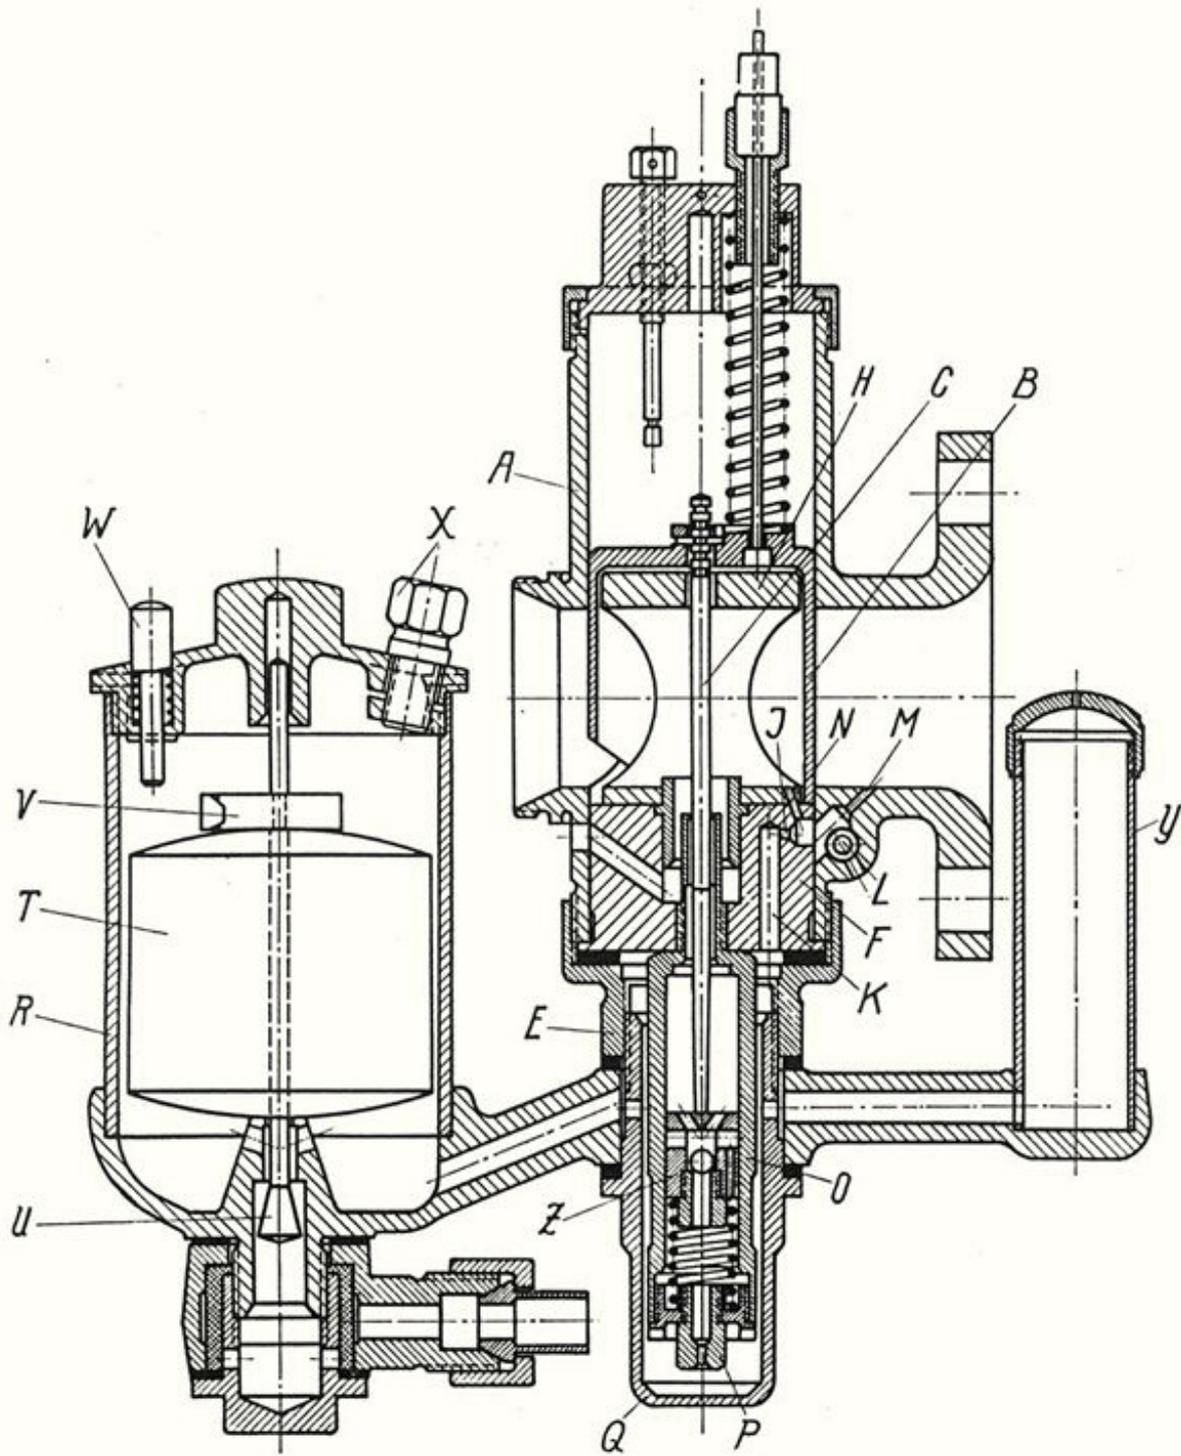

Abb. 24 Vergaser der 2-Vergaser-Tourenmaschine
**R 12-Zweivergasermaschine** muß zuerst die Klemmschraube **X** (Abb. 24) am Deckel gelöst werden, um den Deckel abschrauben zu können. Hierauf ist die Klemmfeder **V** auf der Schwimbernadel **U** zu entfernen, worauf nach Abnahme des Benzinleitungs-Anschlußstückes am Boden des Schwimmergehäuses die Schwimbernadel nach unten herausgenommen werden kann (Abb. 24).
**b) R 12-Zweivergaser-Maschine.** Für die R 12-Zweivergaser-Tourenmaschine werden zwei Amal-Einschieber-Pumpenvergaser verwendet, deren inneren Aufbau Abb. 24 zeigt.
Bei den Vergasern der **R 12- und R 17-Zweivergasermaschine** ist im Deckel des Schwimmergehäuses ein Tupfer **W** **angeordnet**, der beim Niederdrücken das Schwimmerventil **U** offen hält, wodurch man sich vom ordnungsgemäßen Kraftstoffzufluß überzeugen kann. Beim Antreten des Motors wird den Düsen durch Betätigung des Tupfers **W** mehr Kraftstoff zugeleitet, wodurch der Motor ein kraftstoffreicheres Gemisch erhält, was wesentlich zur Erleichterung des Antretens beiträgt. Abb. 24 und 25. Über die Wartung der Vergaser siehe Seite 27.